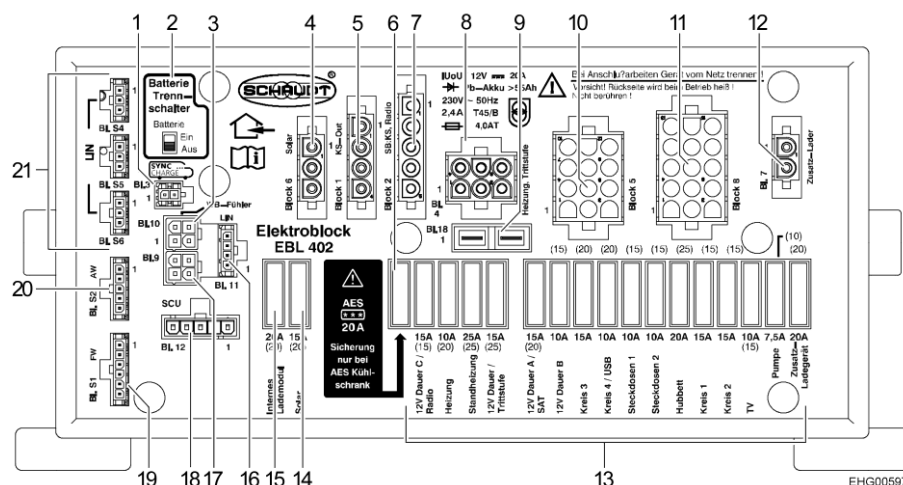

Fig. 131 Bloc électrique (EBL 402)
- Pousser l'interrupteur-séparateur de batterie (Fig. 131,2) sur le bloc électrique EBL 402 sur la position "Aus" (arrêt).
- Pousser l'interrupteur-séparateur de batterie (Fig. 131,2) sur le bloc électrique EBL 402 sur la position "Ein" (marche).